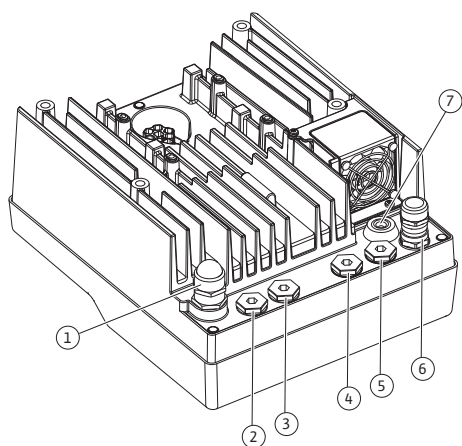

Fig. 19: Kabeļu skrūšsavienojumi/kabeļu izvadi
4. Pieslēguma kabelis jāizvada caur kabeļu skrūvsavienojumu M25 (Fig. 19, 1. poz.). Pievelciet kabeļu skrūvsavienojumu ar norādīto griezes momentu.